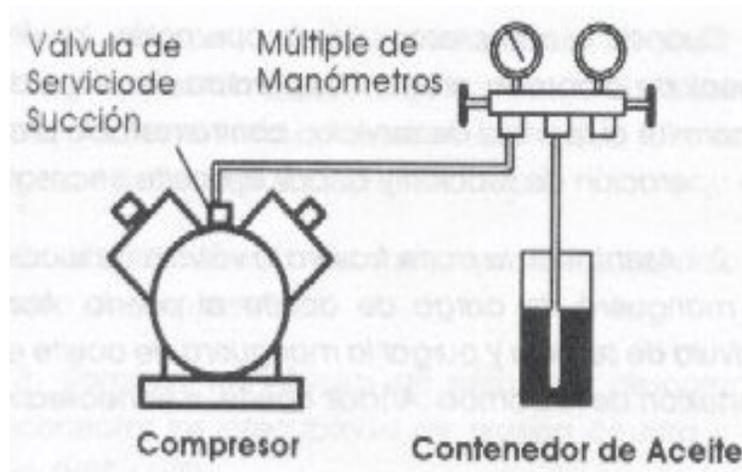

Figura 14. Diagrama donde se muestra como hacer la carga de aceite del compresor.
- a. Conectar el múltiple de manómetros. Colocar la línea de centro de carga dentro del contenedor de aceite como se muestra en la figura 14.